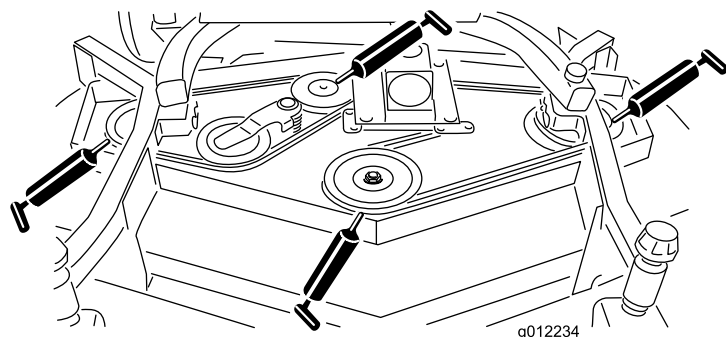

図 16
- スピンドルのシャフトのベアリング3ヶ所プーリの下(図 16)
- アイドラームのシャフトのベアリング(図 16)